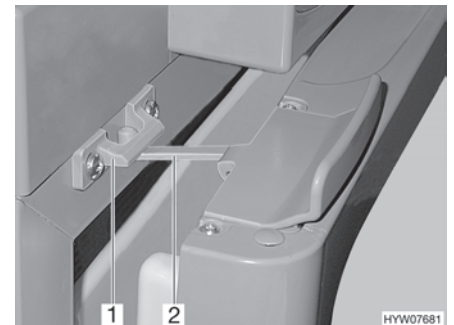

Bild 188 Kühlschranktür in Lüftungsstellung (Thetford)
- Verriegelung (Bild 188,2) aufklappen und in der Verriegelungsaufnahme (Bild 188,1) einrasten. Die Kühlschranktür bleibt damit leicht geöffnet.